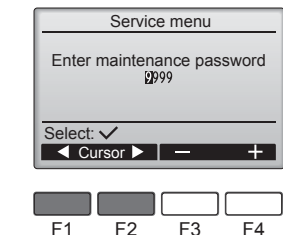

Fig. 6-2
① Ana menüden "Service" (Servis) ögesini seçin ve ✓ düğmesine basın.
② Servis menüsü seçildiğinde, bir pencere açılarak parola isteyecektir. (Fig. 6-2)